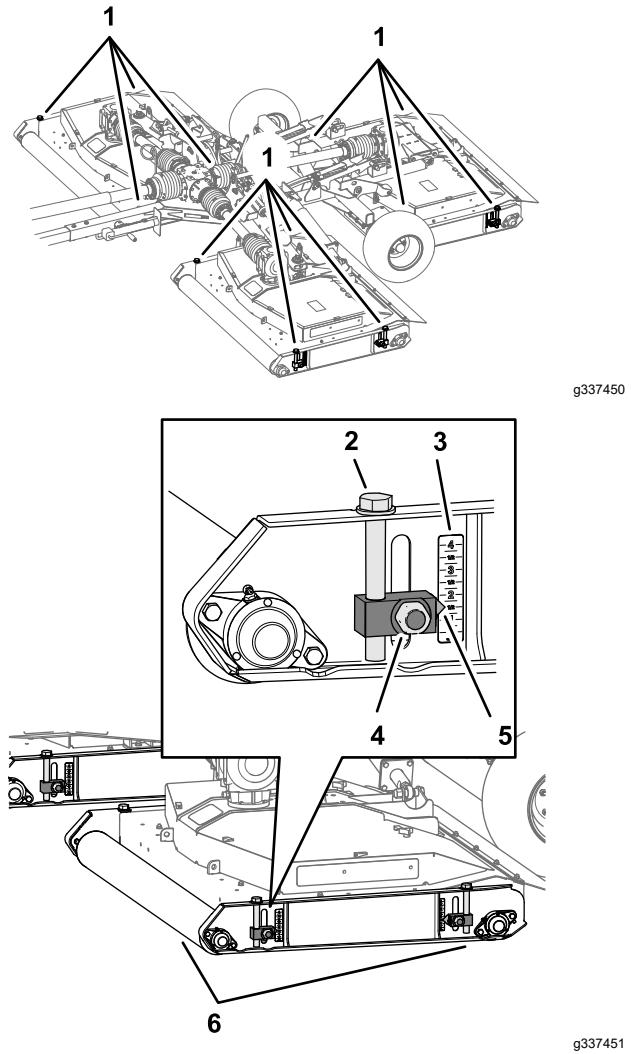

Рисунок 41
3. Ослабьте затяжку 4 контргаек, которые крепят 4 регулятора высоты скашивания (Рисунок 41) дек газонокосилки.